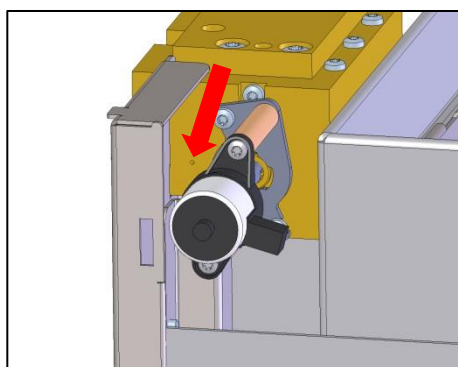

Fig. 54: Abertura de reenchimento Nível de enchimento
- Acrescente água da torneira lentamente ao volume de recarga calculado, injectando-a com uma seringa pela abertura lateral, na válvula selectora (→ Fig. 54).